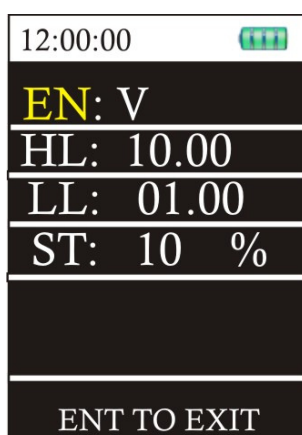

Figura 10 – Função STEP.
Esta função programa o incremento de um degrau na saída analógica, em porcentagem, usando como referência o tipo de engenharia (EN), High Limit (HL), Low Limit (LL) e o Step (ST), como pode ser observado na Figura 10.